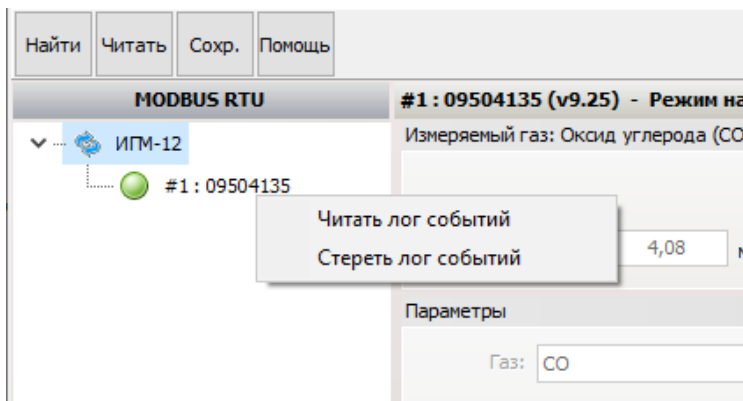

Рисунок 21 – Перечень возможных действий с логом событий прибора
- 2) Из появившегося перечня выбрать «Читать лог событий» (рисунок 21);
- 2) Из выпадающего списка выбрать «Стереть лог событий» (рисунок 21).